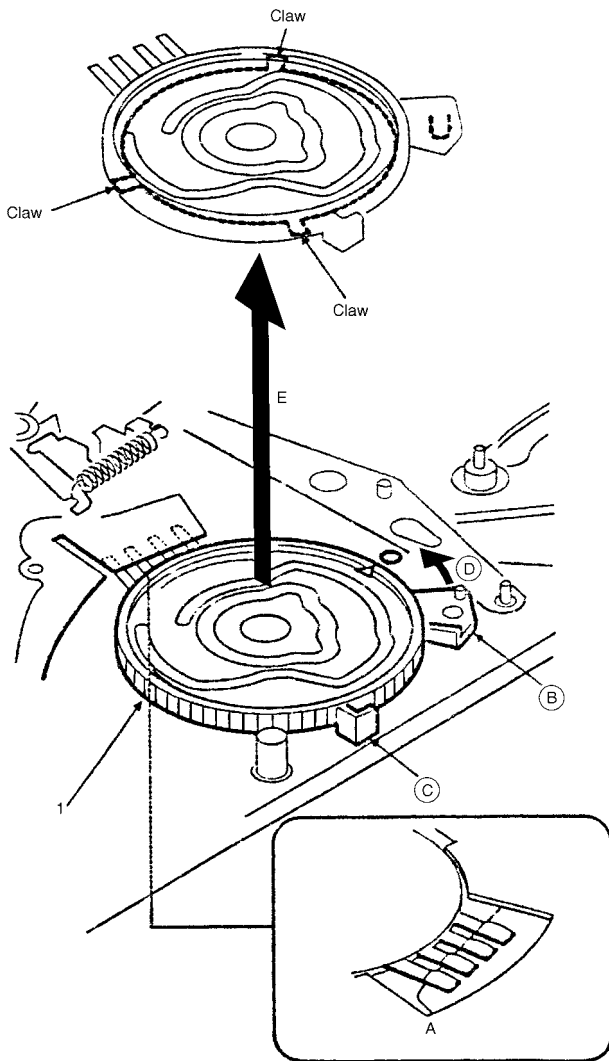

Рис. 7. Демонтаж программного переключателя
Этап 6 – демонтаж программного переключателя (1) производят после выполнения этапов 1...5, ориентируясь на рисунок 7. Удаляют пайку с обратной стороны контактов программного переключателя А. При этом необходимо придерживать ползун GL и рычаг GL, чтобы они не выпали. Осторожно приподняв верхнюю часть В и захватив пинцетом часть С, повернуть программный переключатель в направлении стрелки D и извлечь его в направлении стрелки E. Устанавливают программный переключатель в обратном порядке, таким образом, чтобы три фиксатора (claw) вошли в соответствующие отверстия на шасси.